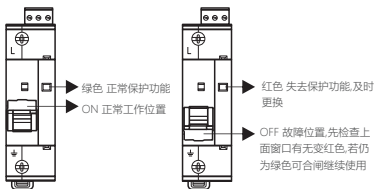

图3 状态指示
5.1 安装使用前先检查电涌保护器标志与所使用的工作条件是否相符；电涌保护器状态指示是否正常，如下图3。